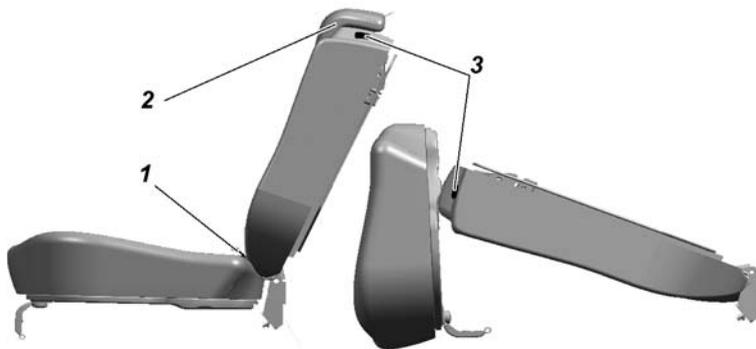

Рис. 3.37. Заднее трехместное сиденье (для автомобилей УАЗ-236323 и УАЗ-236324):
**Заднее трехместное сиденье** (рис. 3.37) состоит из одноместной и двухместной подушки и одноместной и двухместной спинки.
- потяните за петлю 1 (рис. 3.37) и установите подушку в вертикальное положение;
- потяните за рычаг 3 по направлению движения автомобиля, освободив спинку, уложите ее, как показано на схеме, рис. 3.37;